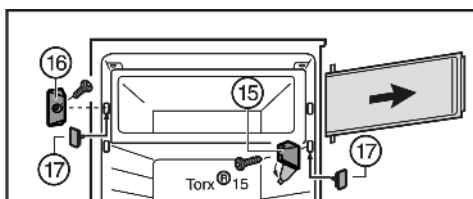

Fig. 7
- ▶ Откиньте крышку на опорном кронштейне Fig. 7 (15).
- ▶ Открутите опорный кронштейн Fig. 7 (15) с дверцей камеры.
- ▶ Открутите запирающий элемент Fig. 7 (16).
- ▶ Закройте образовавшиеся отверстия прилегающими пробками Fig. 7 (17).